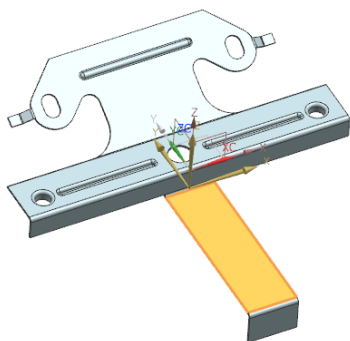
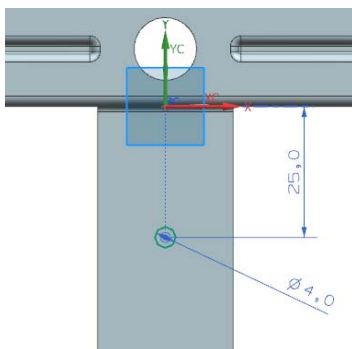

图 4-155 选择草图工作平面
图 4-156 绘制草图
(3) 在视图区选择如图 4-155 所示的平面为草图工作平面，单击按钮，进入草图绘制环境，绘制如图 4-156 所示的草图。